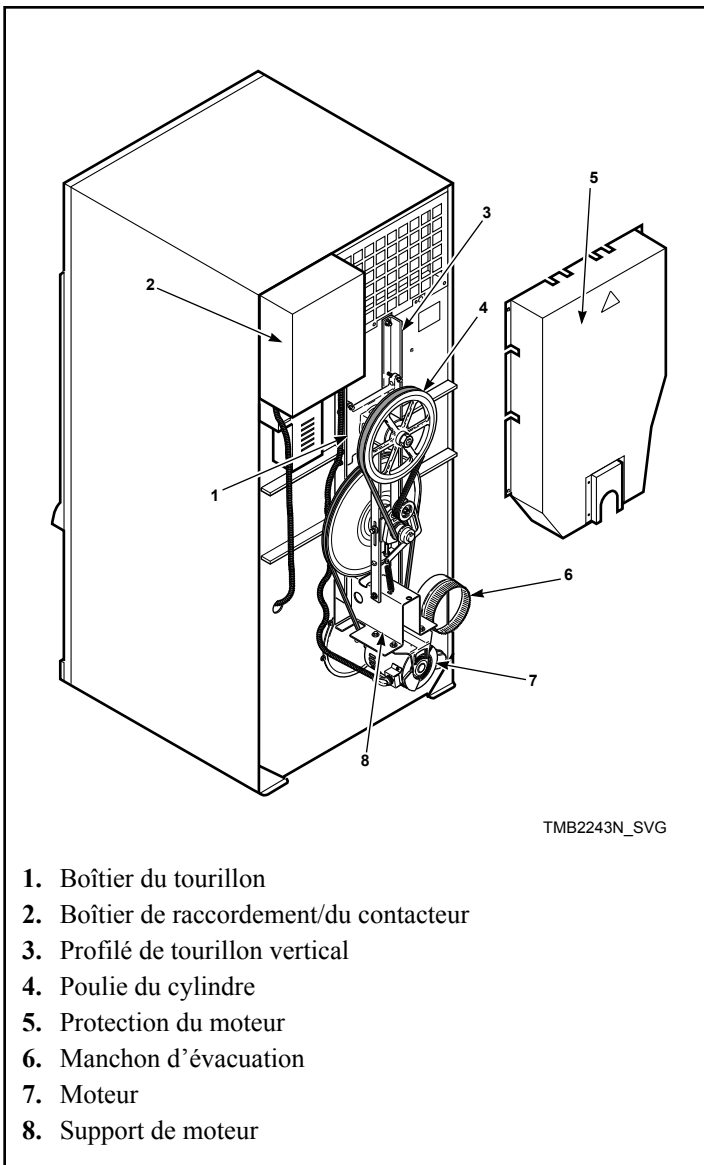

Figure 8
2. Retirer la protection de moteur. Se reporter à la *Figure 8*.
3. Retirer les courroies d'entraînement. Se reporter à la Figure 8 .
8. Retirer le boîtier du tourillon. Se reporter à la Figure 8 .
10. Retirer le(s) moteur(s) et le(s) support(s) de moteur. Se reporter à la Figure 8 .
12. Retirer le boîtier de raccordement/du contacteur Se reporter à la Figure 8 .